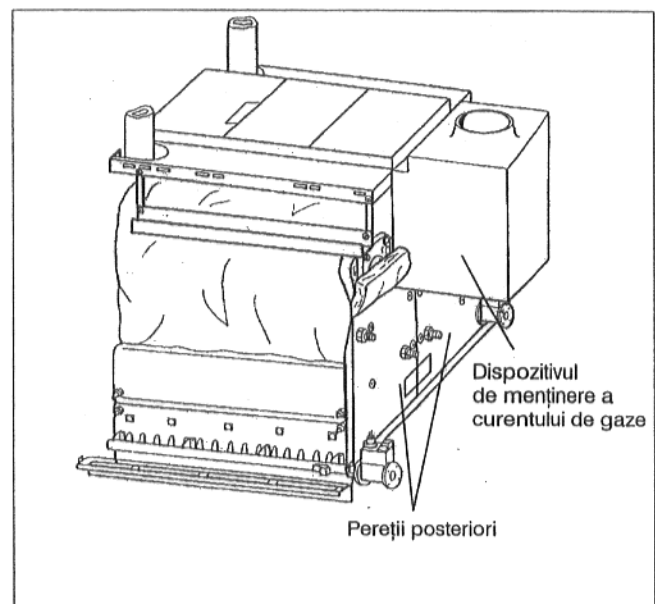

Fig. 34
- Cei doi pereți posteriori se înșurubează cu șuruburi de tablă (4 pe fiecare perete posterior) (Fig. 34).